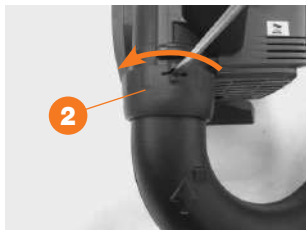

Рис. 33
- Вставьте подходящий инструмент (напр. шлицевая отвертка) через отверстие в прижимной гайке, чтобы нажать на фиксатор (рис. 33).
- Поверните прижимную гайку в направлении стрелки до упора (рис. 33).